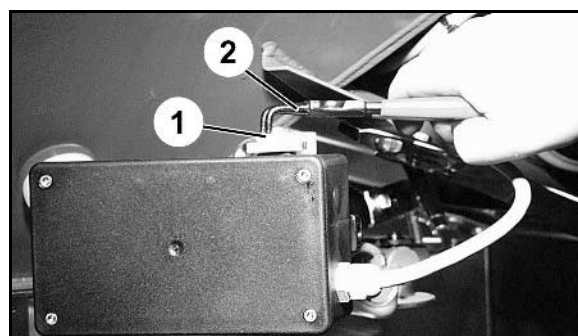

Fig. 12
1. Fjern begge låseclips (Fig. 12/1) med sikringstangen (Fig. 12/2).